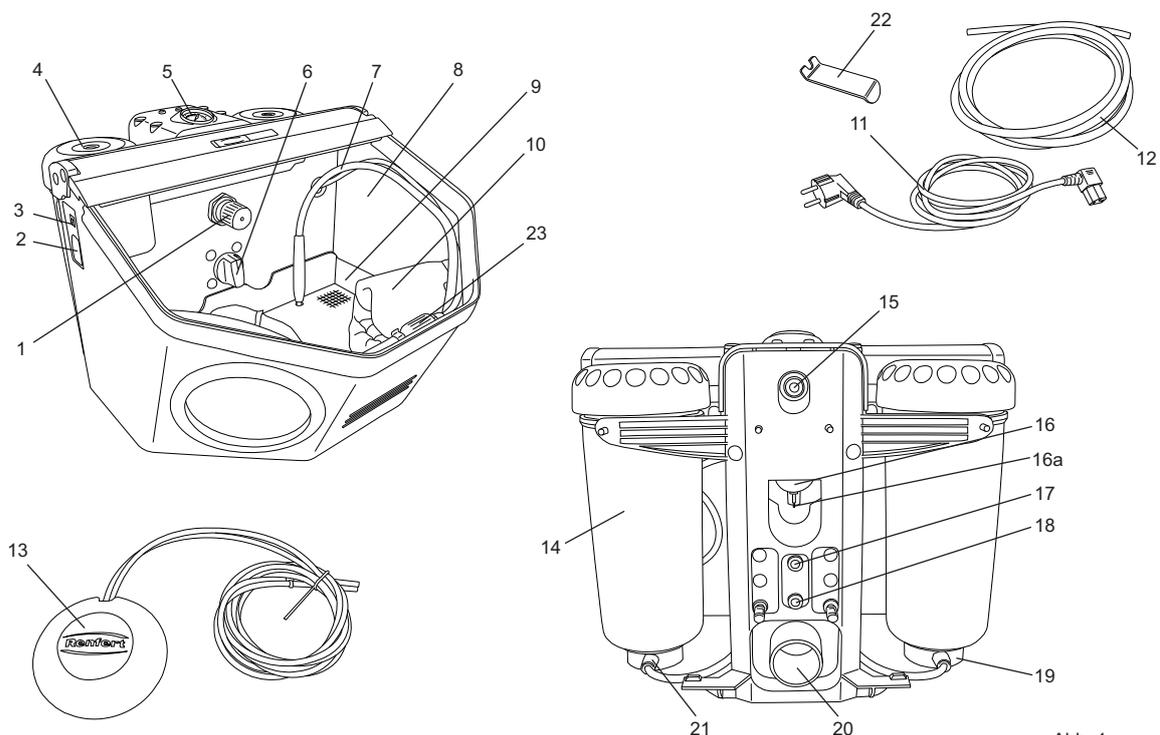

Abb. 1
Zum Entfernen von Strahlmittelresten und Staub kann die Ausblasdüse (23, Abb.1) verwendet werden.
- Beleuchtung einschalten (3).
- Am Wahlschalter (6, Abb.1) den Strahl tank wählen.
- Fußschalter (13, Abb.1) betätigen.